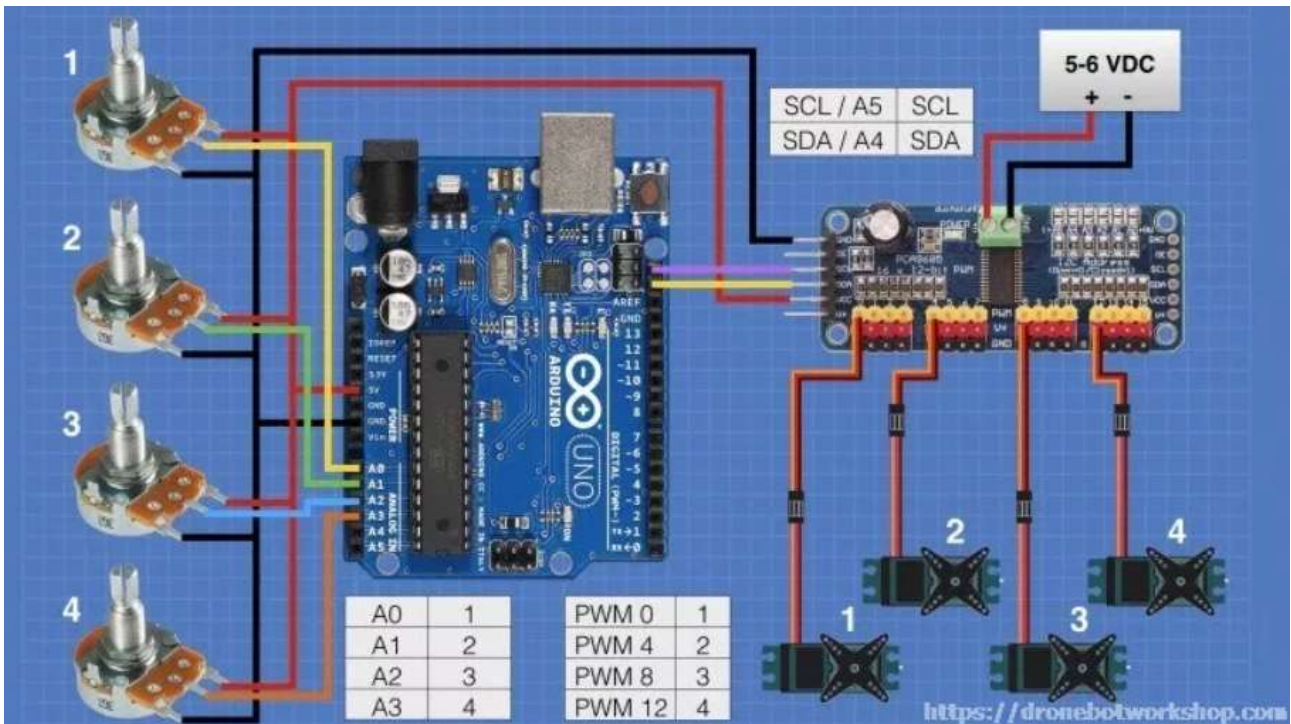

Рис.3.29 – Керування сервоприводами за допомогою зовнішніх потенціометрів.
1. Дослідити паралельну роботу сервоприводів при наявності сигналу керування від зовнішніх потенціометрів (рис.3.29)